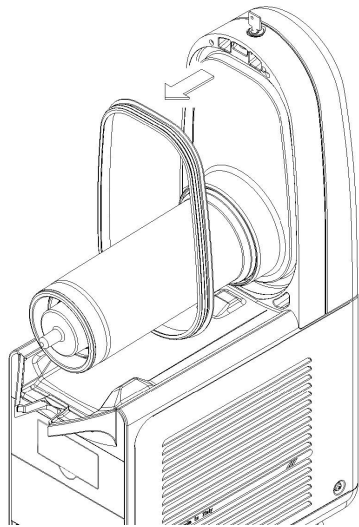

figure 10
**4** Ôter la garniture de son logement (voir figure 10).